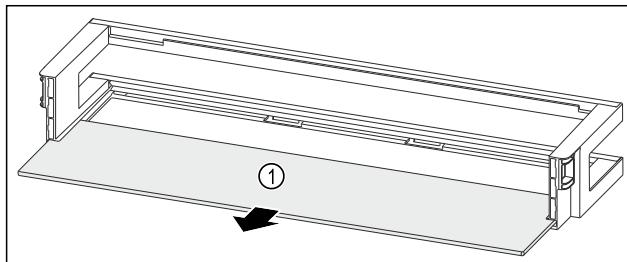

Fig. 114 Vratna polica z odlagalno polico
- Odstranite polico za odlaganje Fig. 114 (1).